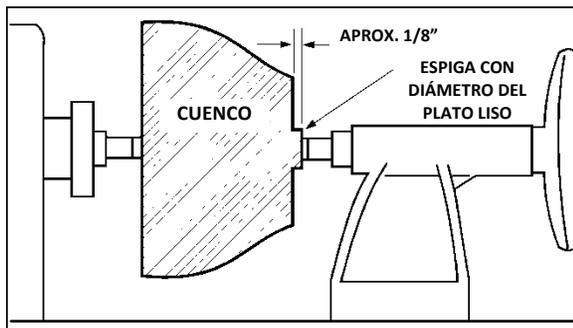

Figura 10-10
8. Tornee una espiga corta (de unos 1/8" de largo) del tamaño del agujero del plato liso. Vea la Figura 10-10. Esto permitirá centrar la pieza de trabajo cuando se sujete la placa frontal.